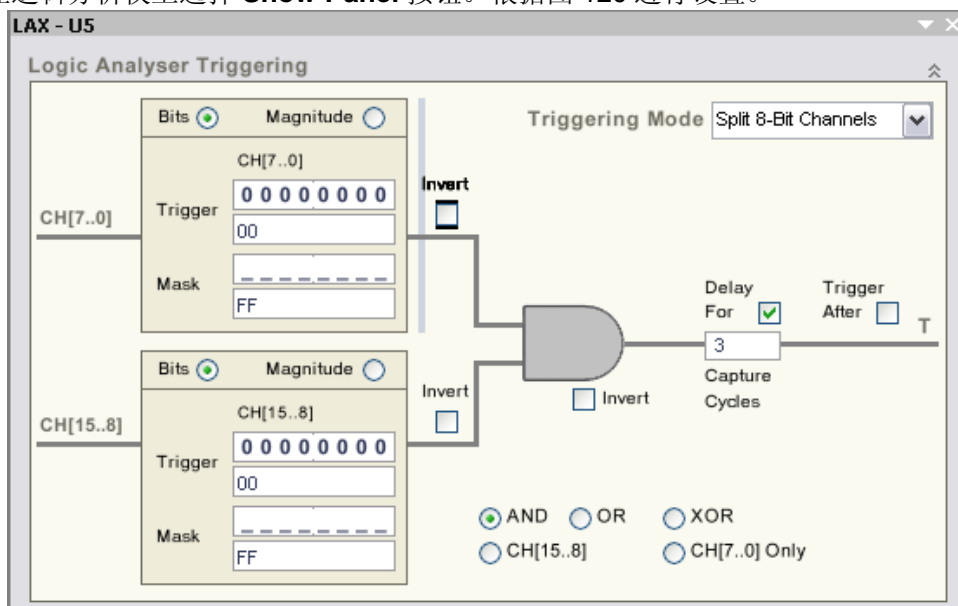

图 120 逻辑分析仪触发参数。
11. 在逻辑分析仪上选择 **Show Panel** 按钮。根据图 120 进行设置。